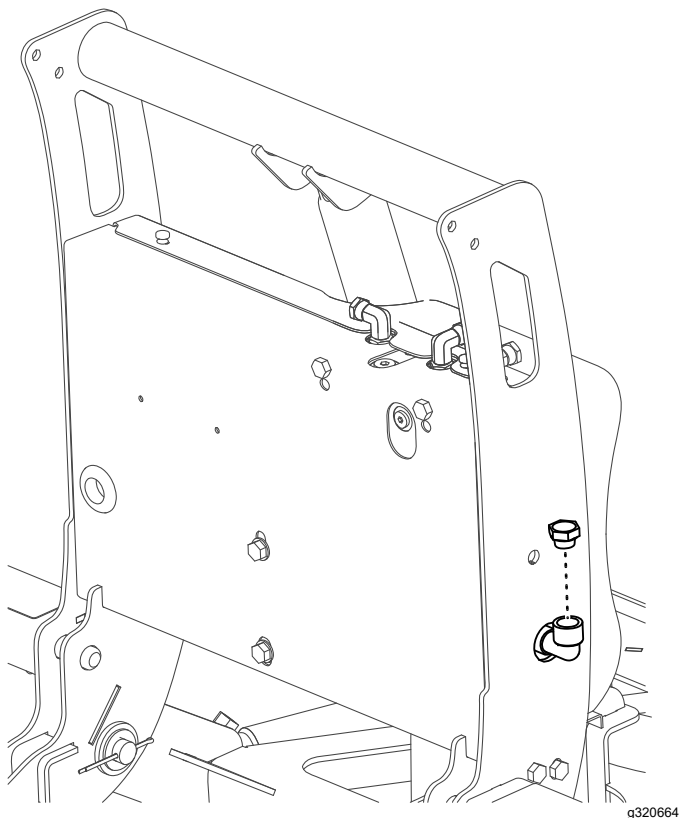

Figura 28
- Limpie la zona alrededor del tapón de llenado (Figura 28).
3. Retire el tapón de llenado del depósito hidráulico (Figura 28).
2. Limpie la zona alrededor del tapón de llenado (Figura 28).